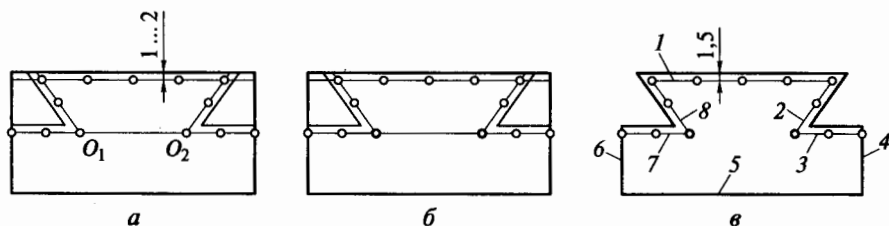

Рис. 4.2. Последовательность действий при изготовлении контршаблона для соединений типа «ласточкин хвост»:
5. Опишите последовательность изготовления контршаблона (рис. 4.2, а—в) для соединений типа «ласточкин хвост»: